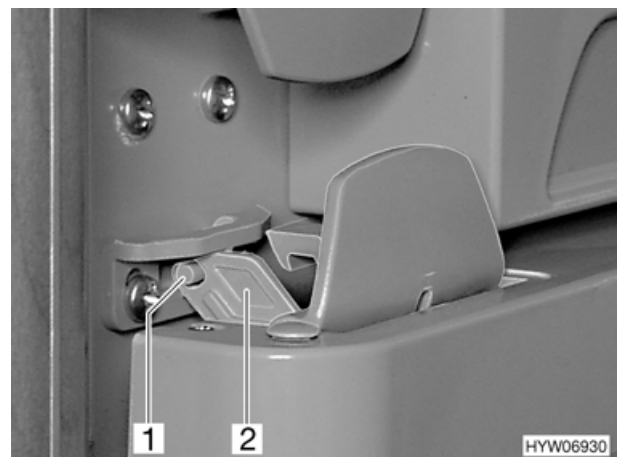

Bild 84 Kühlschranktür in Lüftungsstellung (Variante 2)
- Verriegelung (Bild 84,2) aufklappen und am Stift (Bild 84,1) einrasten. Die Kühlschranktür bleibt damit leicht geöffnet.